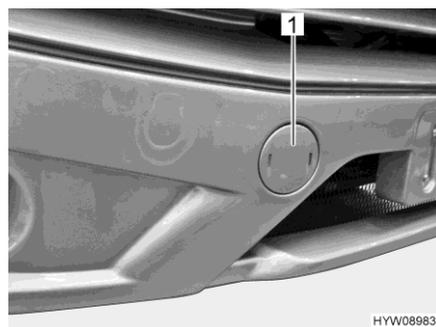

Fig. 28 Copertura (alloggiamento dell'occhione di traino)
- Rimuovere la copertura (Fig. 28,1) mediante un cacciavite.